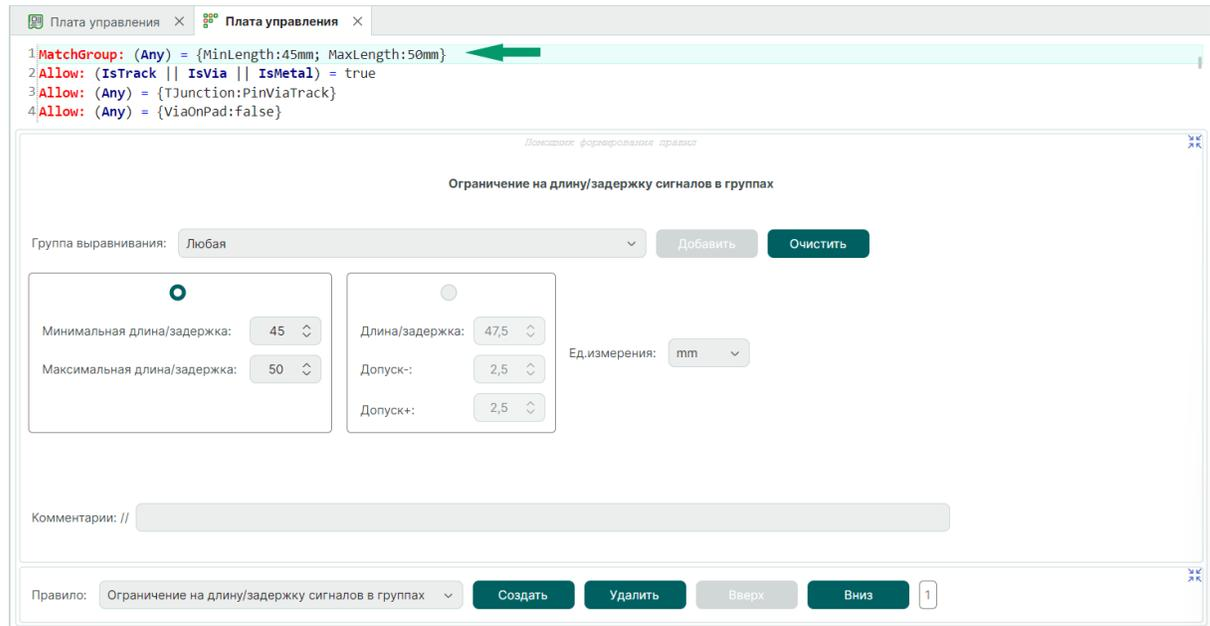

Рис. 426 Пример ограничения на длину/задержку сигналов в группах
1. Добавьте правила, определяющие длину/задержку сигналов в группах в редакторе правил, см. Рис. 426. Подробнее о работе с правилами см. Редактор правил.